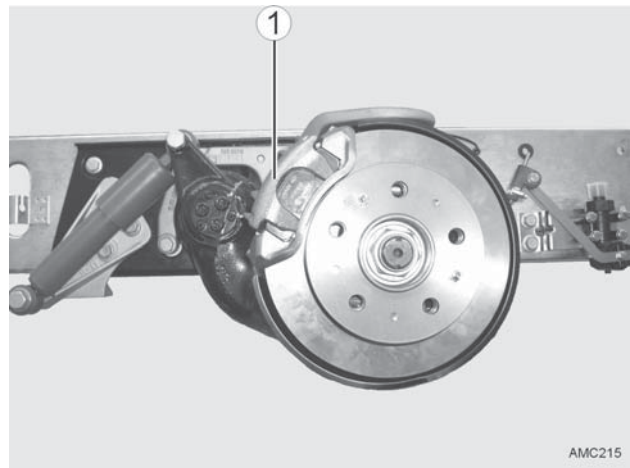

Bild 40
5. *Bremssattel (Bild 40 - 1) gem. Montageanweisung des Basisfahrzeugherstellers abbauen.*
7. *Bremsschild (Bild 40 - 1) gem. Montageanweisung des Basisfahrzeugherstellers abbauen.*